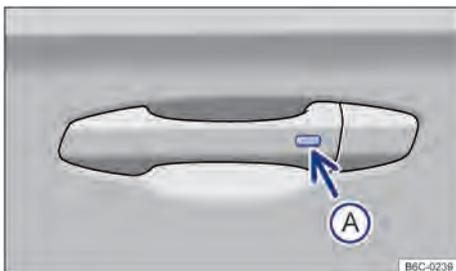

Fig. 52 Na maçaneta da porta: botão para destravar ou travar.
- 1 Pressionar o botão → Fig. 52 (A) no lado externo da maçaneta da porta.
- 2 Pressionar o botão → Fig. 52 (A) no lado externo da maçaneta da porta.
- Dentro de 5 segundos, pressionar o botão no lado externo da maçaneta da porta → Fig. 52 . Assim, não agarrar na maçaneta da porta. O sistema de travamento e partida Keyless Access sem chave está temporariamente desativado.
Um forte jato de água ou de vapor pode ativar as superfícies dos sensores nas maçanetas se, ao mesmo tempo, uma chave do veículo válida estiver na área de aproximação. Se no mínimo um vidro estiver aberto e a superfície do sensor → Fig. 52  em uma maçaneta da porta for
ativada permanentemente, todos os vidros serão fechados. Se o jato de água ou de vapor se afastar brevemente da superfície do sensor → Fig. 52 (A) de uma maçaneta da porta e voltar a ser direcionado para ela, possivelmente todos os vidros se abrirão.